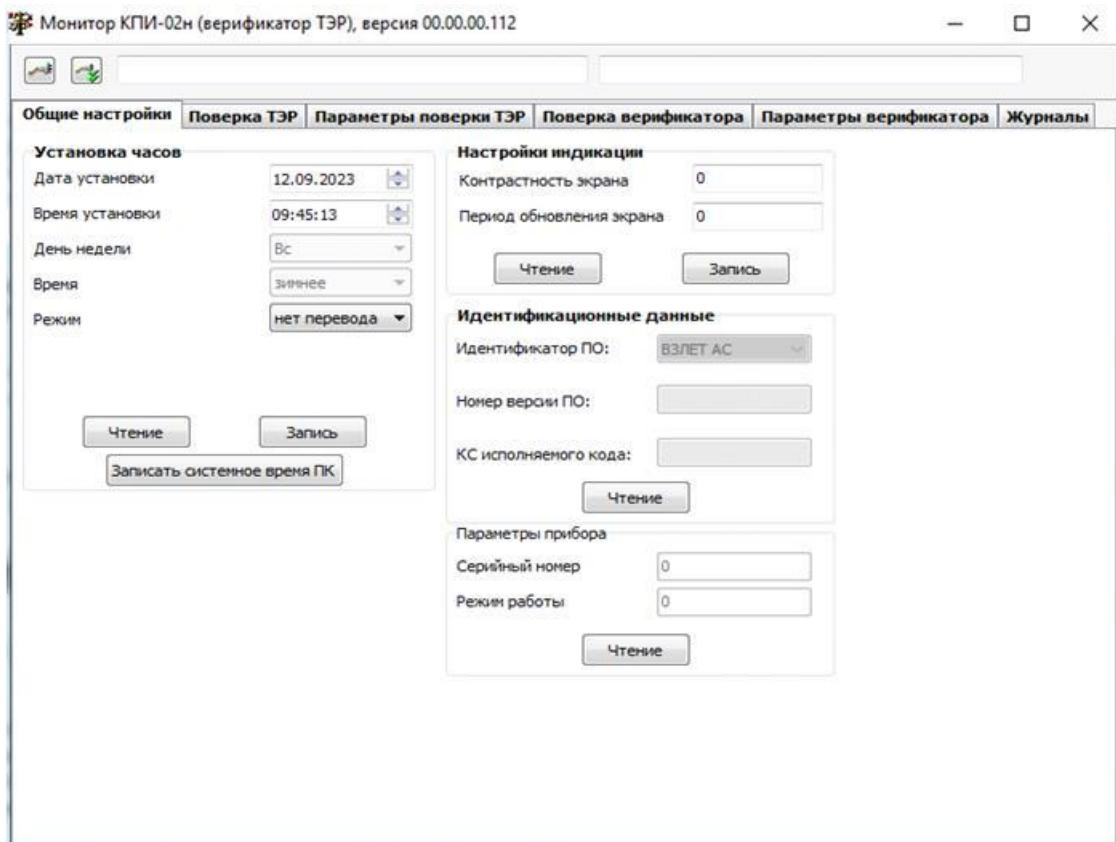

Рис.3. Вкладка «Общие настройки» программы «Монитор КПИ-02».
3.4.2. Перед началом работы следует соединить кабелем разъем USB HOST КПИ и USB-порт компьютера. На компьютере запустить файл **VzliotMasterViewer**. На экране монитора появится вкладка **Общие настройки** (рис.3).
3.4.3. Для установления связи с расходомером необходимо нажать кнопку  (Открыть канал связи) в левом верхнем углу окна программы (рис.3). При удачном завершении операции в строке, расположенной правее кнопки , должно появиться обозначение КПИ и идентификационный номер программного обеспечения: **VZLJOT 90.00.02.00**, а также время открытия канала связи и сообщение